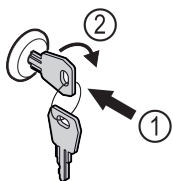

Fig. 142 Voorbeeld
- Sleutel erin duwen Fig. 142 (1).
- Sleutel 90° rechtsom draaien Fig. 142 (2).